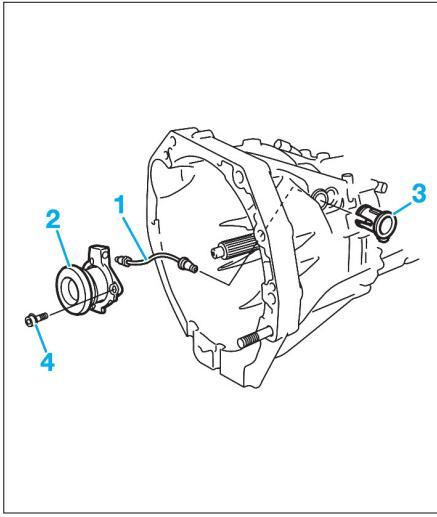

FIG. 8
- Séparer la canalisation (1) du cylindre récepteur à butée intégrée (2) (Fig.8).
- Déposer le manchon (3) afin d'extraire la canalisation (1) du carter de boîte de vitesses.
- Déposer la vis (4) du cylindre récepteur (2).